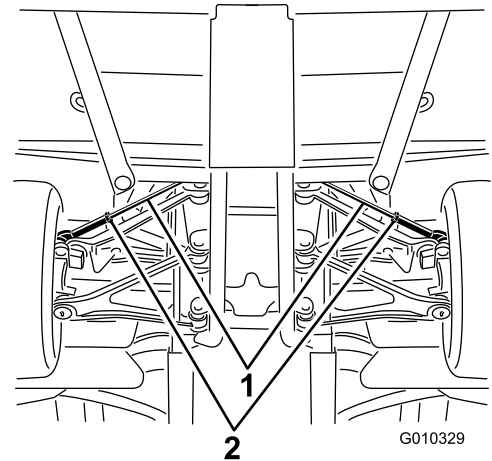

Figure 56
- A. Desserrez l'écrou de blocage au centre de la biellette (Figure 56)